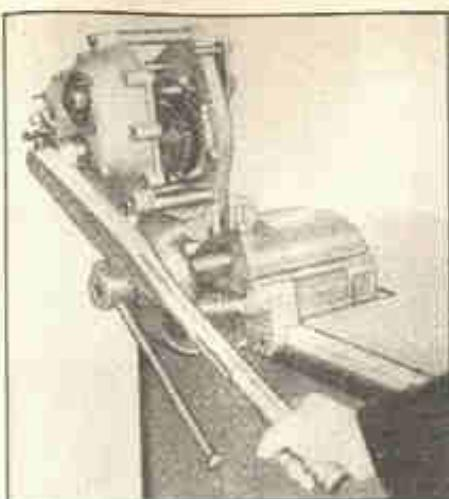

Fig. 27-K
2 — Prende-se o flange retentor do rolamento do pinhão com dois parafusos diagonalmente opostos, a torção de 5 kgm. (Fig. 27-K).
*Folga entre a parte boltada da extremidade chata da semi-árvore e o diâmetro interno da planetária: 0,03 a 0,1 mm. (Fig. 27-J).*